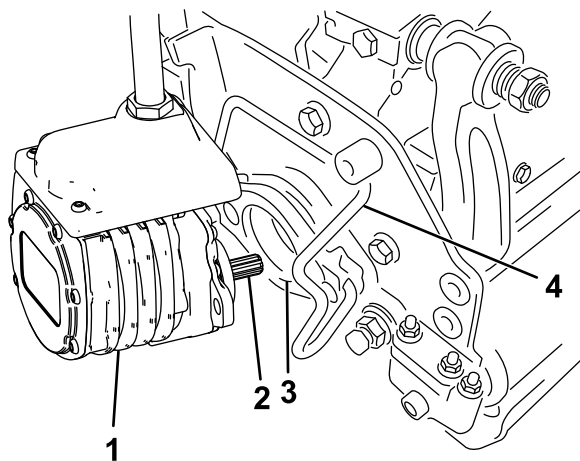

Figure 51
6. Enduisez de graisse propre l'arbre cannelé du moteur de l'unité de coupe (Figure 51).
7. Insérez le moteur dans le côté gauche de l'unité de coupe (vu de la position de l'utilisateur) et tirez la barre de retenue du moteur située sur l'unité de coupe vers le moteur jusqu'à ce que vous entendiez un déclic des deux côtés du moteur (Figure 51).